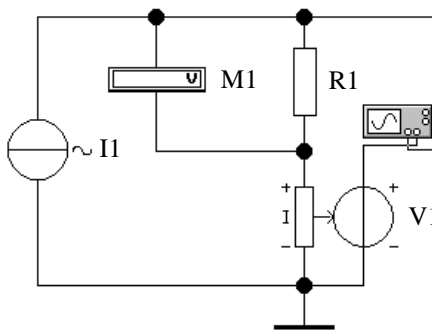

Рис. 1
2.1. Соберите схему для исследования сопротивления (рис. 1). Независимый источник тока I_1 , источник напряжения управляемый током (ИНУТ) V_1 и символ заземления находятся в группе «Sources» (второй ряд сверху на панели инструментов), вольтметр M_1 – в группе «Indicators», сопротивление R_1 – в группе «Basic», осциллограф – в группе «Instruments».